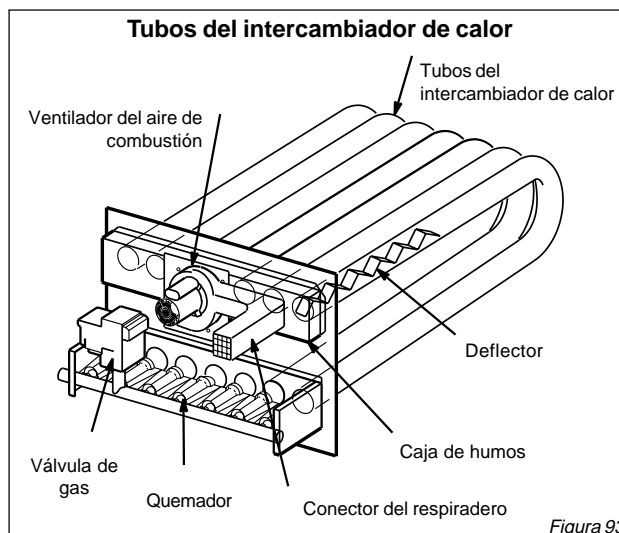

Figura 93
3. Extraiga y guarde los tornillos que aseguran el ventilador de aire de combustión a la caja de humos. Extraiga y guarde dos tornillos del soporte del conector del respiradero. Vea la figura 93.